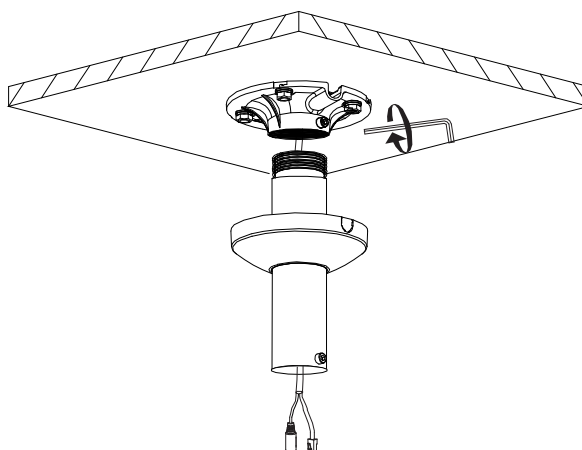

Рисунок 4.4 – Монтаж
6. С помощью винта M6×8 из комплекта поставки кронштейна зафиксируйте монтажное основание и адаптер-удлинитель (Рисунок 4.4).